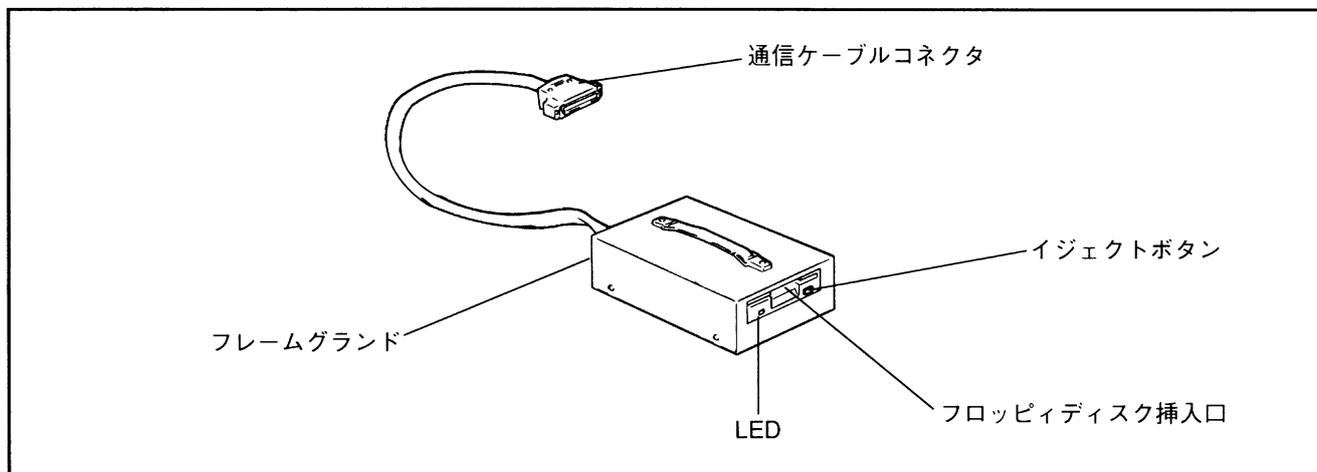

図4-2 フロッピーローダの外觀
- 1 フロッピーローダの外觀図 フロッピーローダの外觀図を図4-2に示します。